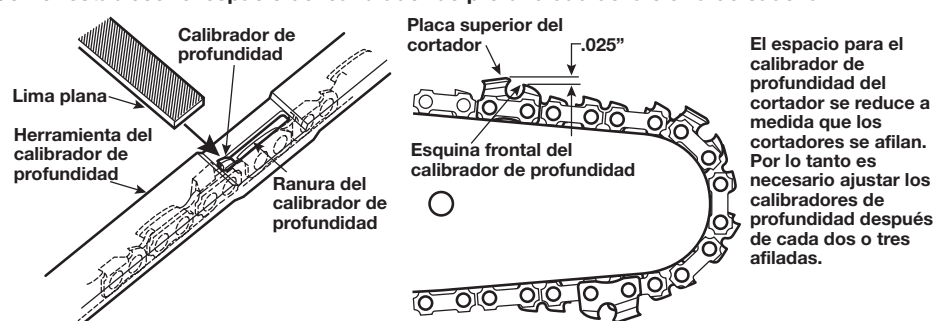

Fig.21 Use una lima plana para restablecer el espacio del calibrador de profundidad
1. Coloque la herramienta del calibrador de profundidad (0,25") firmemente a través de la parte superior de dos cortadores. Asegúrese de que el calibrador de profundidad entre en la ranura de la herramienta de calibrador de profundidad (Fig. 21).
3. Quite la herramienta del calibrador de profundidad. Use la lima plana para redondear la esquina frontal del calibre de profundidad del cortador (Fig. 21).